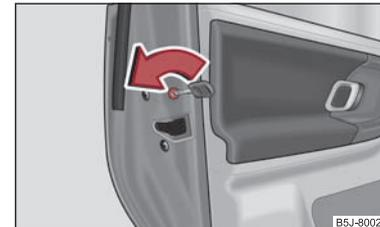

Abb. 24 Kindersicherung an den hinteren Türen
- Drehen Sie mit dem Fahrzeugschlüssel den Schlitz an der hinteren Tür in Pfeilrichtung ⇒ Seite 37, Abb. 24.